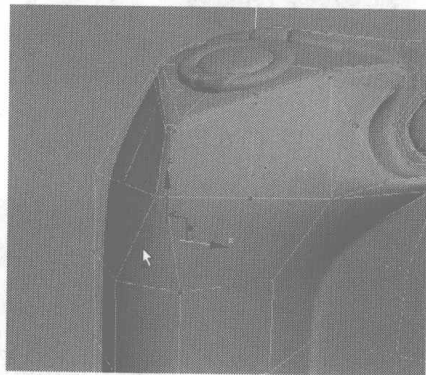

图 6.134
- 02 切换为节点编辑，选择如图 6.134 所示的节点，单击右键，在弹出的快捷菜单中选择 Connect 命令，为选择的节点中间添加一条细分线。